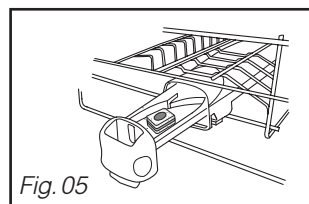

Fig. 05
- tirez le tiroir du distributeur et disposez la pastille à l'intérieur. (Fig 05).